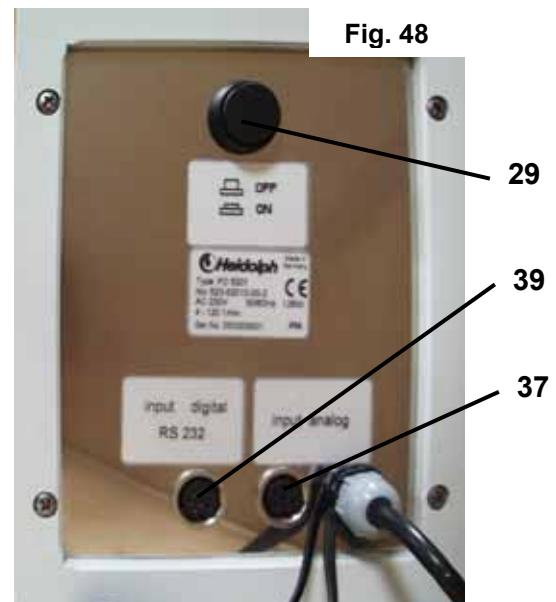

Fig. 48
9. PD 5201, PD 5206 (fig. 48 e 49)